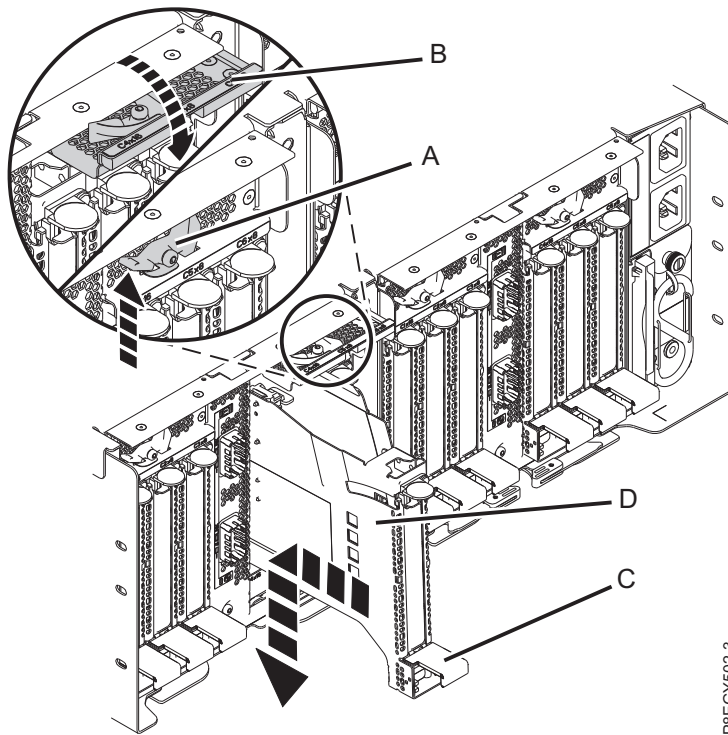

Abbildung 115. Leere PCIe-Adapterkassette im Einschub für PCIe3-Erweiterungen installieren
- b. Fassen Sie die Adapterkassette (**D**) vorsichtig an der oberen Kante an und richten Sie die Adapterkassette an dem Steckplatz aus. Siehe Abb. 115 auf Seite 114.
- d. Wenn die PCIe-Adapterkassette (**D**) vollständig in den Steckplatz geschoben ist, drücken Sie den Kassettengriff (**C**) nach unten, um die Adapterkassette (**D**) in ihrem Anschluss zu verriegeln. Siehe Abb. 115 auf Seite 114.
- e. Drehen Sie die Verriegelungsklappe (**B**) nach unten und drücken Sie sie in die geschlossene Position (siehe Abb. 115 auf Seite 114). Der Verriegelungshebel (**A**) rastet automatisch ein.